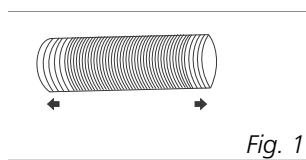
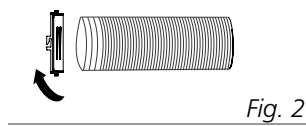

Fig. 1
Fig. 2
- 1 Extienda ambos lados del tubo (Fig. 1) y enrosque el extremo de entrada (Fig. 2).